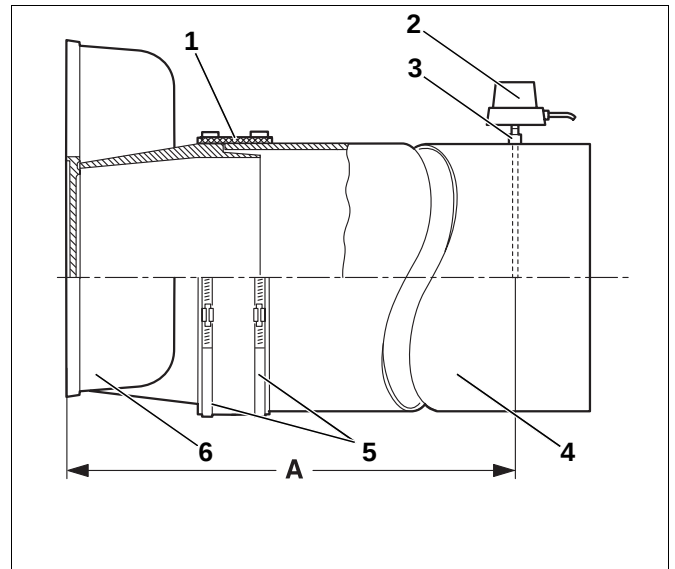

Abb. 61 Abgasrohr montieren
Wir empfehlen Ihnen, eine Abgasrohr-Abdichtmanschette (Abb. 61, **Pos. 1**) zu verwenden.
- Abgasrohr (Abb. 61, **Pos. 4**) bis zum Anschlag auf den Stutzen des Abgassammlers (Abb. 61, **Pos. 6**) stecken.
- Abgasrohr-Abdichtmanschette (Abb. 61, **Pos. 1**) oben überlappend um das Abgasrohr (Abb. 61, **Pos. 4**) und den Stutzen des Abgassammlers (Abb. 61, **Pos. 6**) legen.
- Schneckengewindeschellen (Abb. 61, **Pos. 5**) über die Abgasrohr-Abdichtmanschette (Abb. 61, **Pos. 1**) legen. Eine der Schneckengewindeschellen (Abb. 61, **Pos. 5**) auf den Stutzen des Abgassammlers (Abb. 61, **Pos. 6**) und eine auf das Abgasrohr (Abb. 61, **Pos. 4**) drücken.
- Schneckengewindeschellen (Abb. 61, **Pos. 5**) anziehen. Die Abgasrohr-Abdichtmanschette (Abb. 61, **Pos. 1**) muss glatt und eng anliegen.
- Bohrung (Abb. 61, **Pos. 3**), mit einem Durchmesser von 8 mm, in einem Abstand von $2 \times$ Abgasrohrdurchmesser (A) von dem Abgassammler (Abb. 61, **Pos. 6**) entfernt, in dem Abgasrohr (Abb. 61, **Pos. 4**) einbringen.
- Abgastemperaturfühler (Abb. 61, **Pos. 2**) entsprechend gesonderter Montageanweisung montieren.